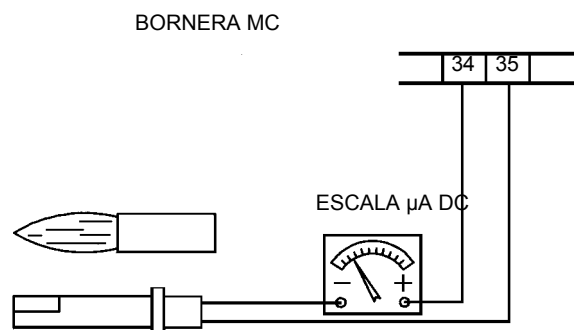

Fig. 9
- Examen y limpieza cuidadosa de la fotoresistencia de control de llama, si fuera necesario sustituirla. En caso de duda verificar la señal de encendido de la célula, después de haber puesto en funcionamiento el quemador, siguiendo el esquema en Fig. 9.
Para medir la señal de encendido seguir el esquema en Fig. 9. Si la señal no tiene los valores indicados verificar los contactos eléctricos, la limpieza de la cabeza de combustión, la posición de la resistencia y eventualmente sustituir esta última.